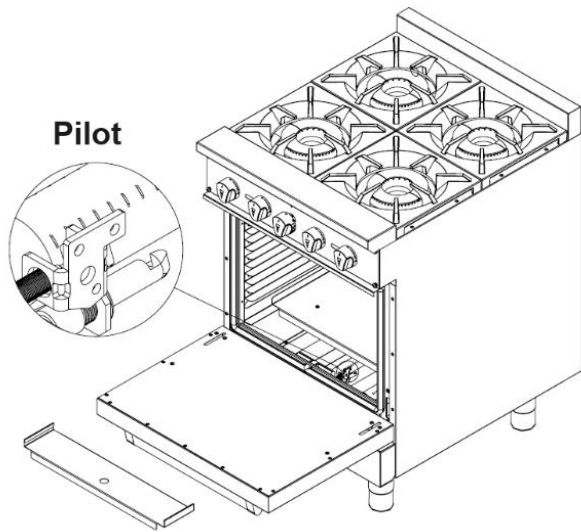

Fig. 5
6. Remueva el piso interior del horno para tener acceso al piloto, desmonte el piloto de su soporte para facilitar el cambio de esprea. Realice este procedimiento con precaución para evitar dañar el termocople o la tubería del piloto (Fig.5).